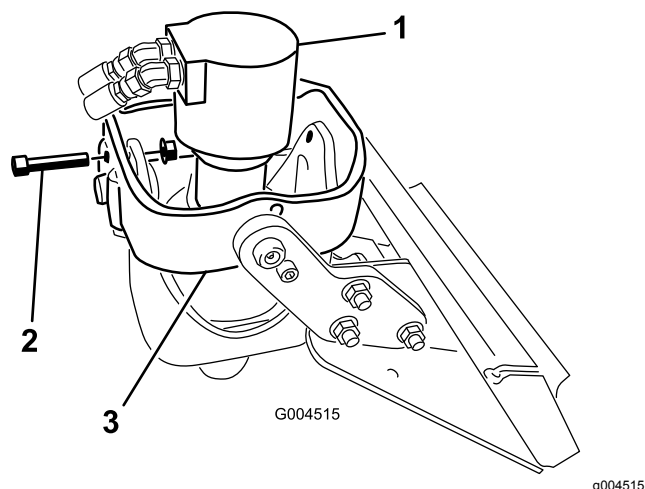

Рисунок 4
2. При установке шнека на приводную головку Модели 22806 выключите двигатель и извлеките ключ из замка зажигания. Расположите приводную головку вертикально, вставьте болт ($\frac{1}{2} \times 2\frac{1}{2}$ дюйма) в отверстия передних рычагов люльки и слегка зафиксируйте его фланцевой гайкой ($\frac{1}{2}$ дюйма), как показано на рис. Рисунок 4.